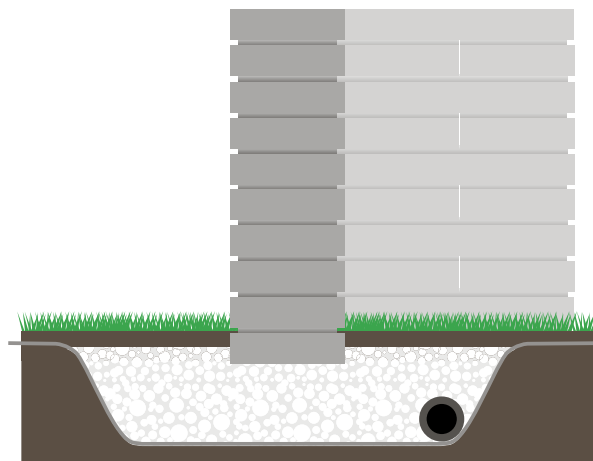

Fig.1: Tenso Multimurer med hjørner og vinkler settes på godt stabilt drenerende fundament der du starter det første skiftet med Tenso Multimur under bakkenivå.
- Inntil 90 cm – frittstående limt Tenso uten støpt fundament (fig 1).